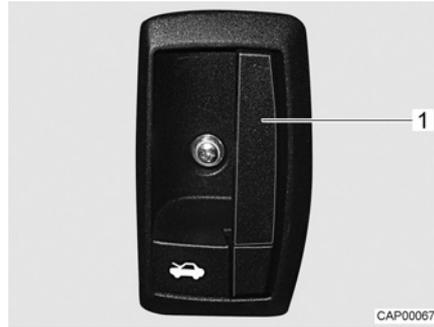
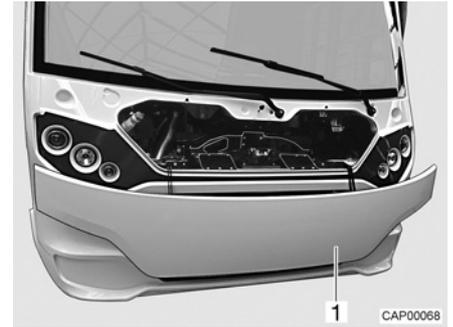

Fig. 6 Palanca de desbloqueo (capó del motor)
Fig. 7 Capó del motor
- Tirar la palanca de desbloqueo (Fig. 6,1) en el salpicadero, en el lado izquierdo del vehículo. El capó del motor (Fig. 7,1) se abre.